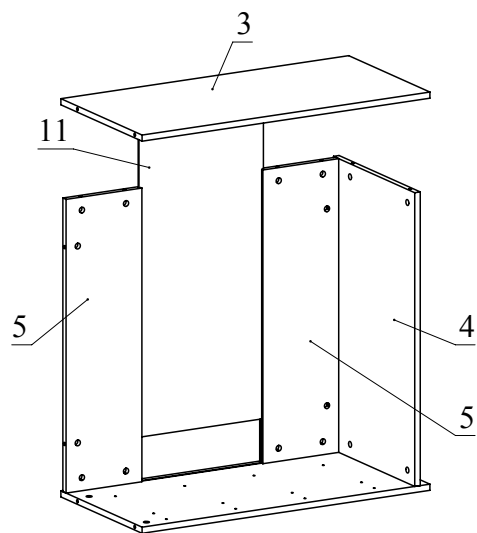

Рис.7
5. В пазы деталей 2, 5 вставьте заднюю стенку 11 из ДВП (Рис. 7). Установите деталь 3 на детали 4, 5 и зафиксируйте, повернув конфирматным ключом головки минификсов по часовой стрелке до упора (Рис. 7).